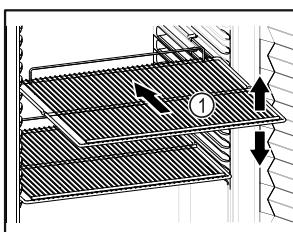

Fig. 53 Atvaizdo pavyzdys
- Jei pastatymo groteles Fig. 53 (1) galima perkelti, pritaikykite atsižvelgdami į aukštį.